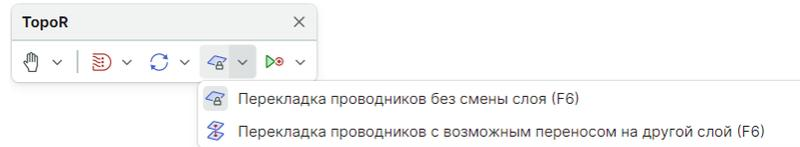

Рис. 449 Варианты перекладки проводников между слоями
3. Автопроцедура перекладки проводника, см. Рис. 449.